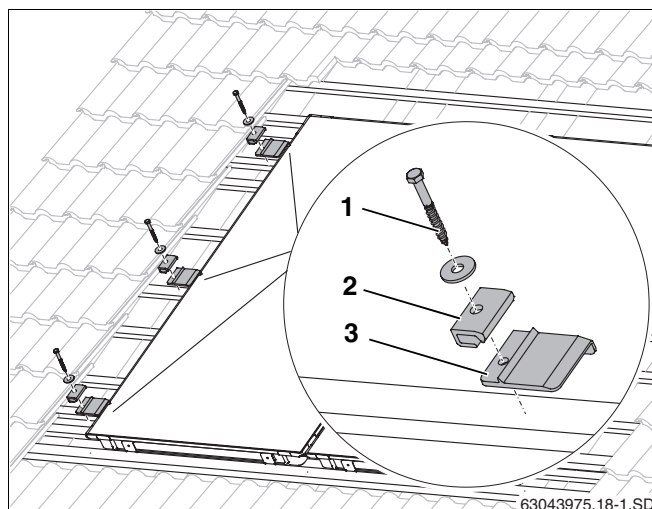

Fig. 30 Montagem do grampo de fixação à esquerda
- ▶ Levantar ligeiramente o colector esquerdo e empurrar as placas de calço esquerdas (fig. 30, **item 3**) nas 2ª e 3ª ripas adicionais, bem como no centro do colector sobre uma ripa existente, para baixo do colector, até que a elevação bata contra o bordo do colector em baixo.
- ▶ Para o parafuso (fig. 30, **item 1**) é necessário efectuar um furo prévio com uma broca de 4 mm.
- ▶ Fixar os grampos de fixação unilaterais (fig. 30, **item 2**) com parafuso 6 x 40 (fig. 30, **item 1**) e anilha (utilizar uma chave SW 10).